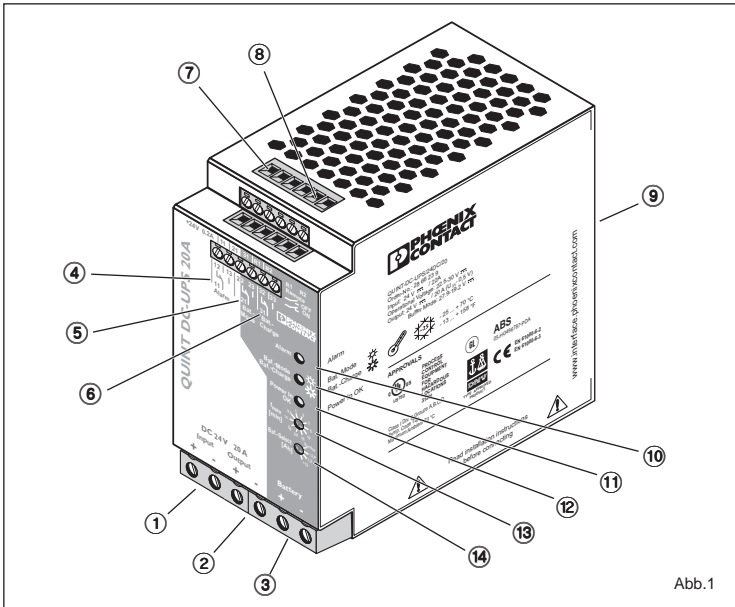
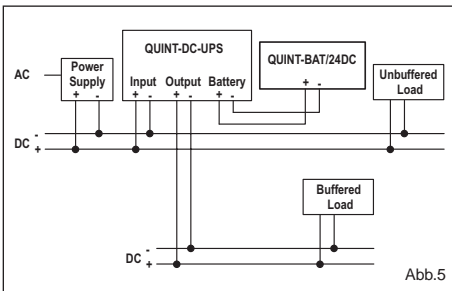
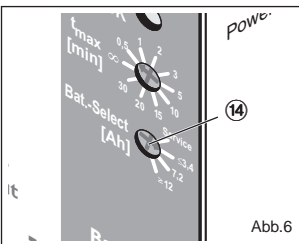
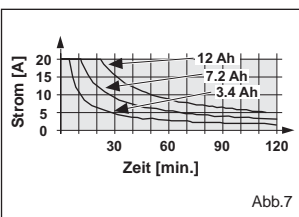

Abb.1
Abb.5
Abb.6
Abb.7
3. Gerateanschl3sse, -bedienungselemente (Abb. 1):
- ① DC-Eingang 24 V, ungepuffert
- ② DC-Ausgang 24 V, gepuffert
- ③ Anschluss Akkumodul 24 V
- ④ potenzialfreier Wechsler (11,12,13): Alarm
- ⑤ potenzialfreier Wechsler (21,22,23): Battery Mode
- ⑥ potenzialfreier Wechsler (31,32,33): Battery Charge
- ⑦ Versorgungsspannung 24 V, strombegrenzt max. 0,2 A f3r Wurzelkontakte 11,21,31
- ⑧ Fernabschaltung (R1, R2)
- ⑨ Universal Tragschienen Adapter UTA 107
- ⑩ Kontrollleuchte rot: Alarm
5.1. Eingang (Abb. 1, ①)
5.2. Ausgang (Abb. 1 ②, Abb.5)
Alle Verbraucher, die bei Ausfall der Versorgungsspannung unterbrechungsfrei weiterversorgt werden m3ssen ("Buffered Load"), werden an die Klemmen "Output +" und "Output -" des DC-Ausgangs angeschlossen (Abb.5). Es wird empfohlen, alle 3brigen Lasten, die keine Pufferung ben3tigen ("Unbuffered Load"), an den 24V DC-Ausgang der Stromversorgung anzuschlieen. Dies verlangert die Pufferzeit, da diese vom Ausgangsstrom abhangt (siehe Abb. 7). Die interne Diode stellt sicher, dass die gepufferten Lasten von den ungepufferten entkoppelt sind.
5.3. Akkumodul (Abb. 1 ③, Abb.6)